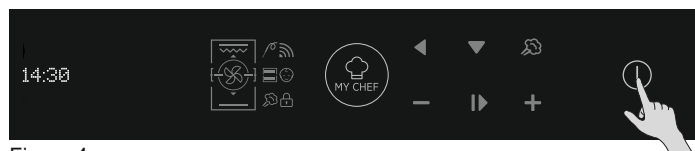

Figura 4
- Para utilizar el horno por primera vez es necesario realizar el proceso de instalación. Pulse ON/OFF para continuar. (Figura 4)